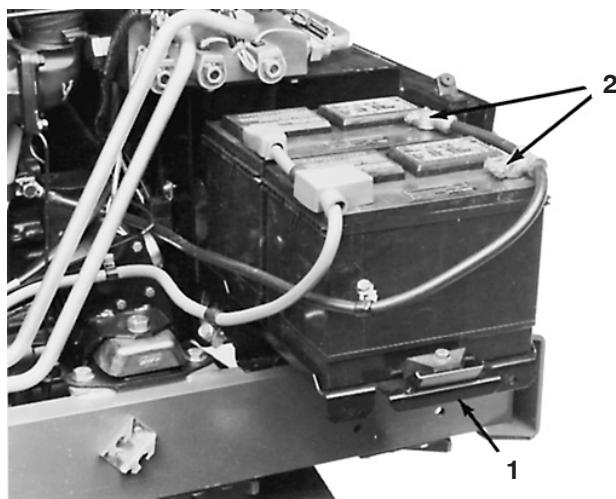

Bild 54
2. Nehmen Sie die Kopfschrauben ab, mit denen das Batteriefach an der Maschine befestigt ist, und schieben Sie das Fach heraus (Bild 54).
4. Ziehen Sie das Minuskabel (-) von den Batterien ab (Bild 54). Schließen Sie ein 3 bis 4 Ampere Ladegerät an die Batteriepole an. Laden Sie die Batterie bei einer Rate von 3 bis 4 Ampere vier bis acht Stunden lang auf.